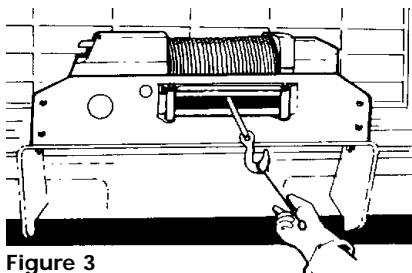

Figure 3
8. TENEZ-VOUS TOUJOURS À L'ÉCART DU TREUIL, DU CÂBLE ET DU CROCHET PENDANT LE FONCTIONNEMENT DU TREUIL. N'INTRODUISEZ JAMAIS vos doigts dans le crochet lorsque vous embobinez ou débobinez la dernière longueur de câble située près du crochet. Vous pourriez perdre un doigt s'il restait coincé dans le crochet. Utilisez la BARRE PROTÈGE-MAINS (Figure 3) pour guider le crochet pendant les derniers mètres. N'embobinez et ne débobinez jamais le câble du tambour en le guidant de la main.
27. Le câble de votre treuil Husky 10 comporte une "bande de sécurité" d'environ 3 mètres à chaque extrémité. La "bande de sécurité" qui se trouve à l'extrémité du câble attachée au tambour vous prévient que le câble est presque complètement déroulé. N'UTILISEZ PAS ces derniers mètres de câble car l'attache du câble sur le tambour NE SUP-PORTERA PAS de charge lourde. La "bande de sécurité" à l'extrémité du câble où se trouve le crochet vous prévient que le câble est presque totalement enroulé. UTILISEZ TOUJOURS LA BARRE PROTÈGE-MAINS lorsque vous manipulez le crochet (Figure 3). Au fur et à mesure que vous utilisez votre treuil, la peinture rouge s'effacera de par l'usure normale. Lorsque cela se produit, vous devriez repeindre cette marque de peinture rouge car c'est une des fonctions de sécurité du treuil.